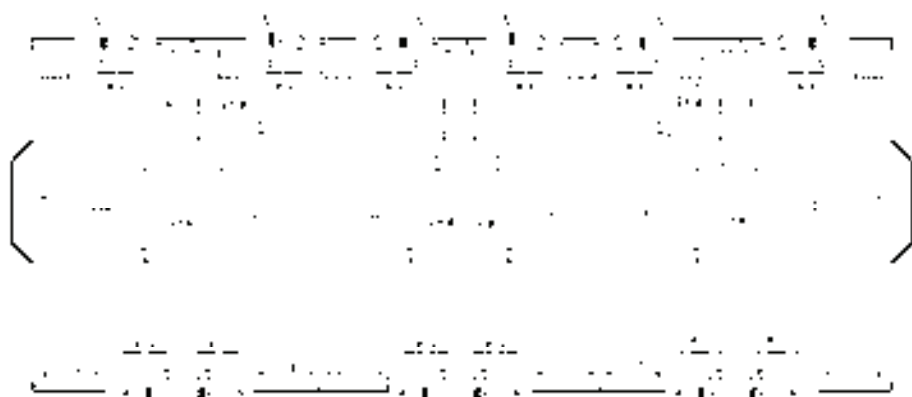

图 14-106 标高标注
26) 添加标高标注。调用“标高标注”命令,在弹出的“标高标注”对话框中设置标高参数;分别指定标注点和标高方向,即可完成添加标高标注的操作,如图 14-106 所示。